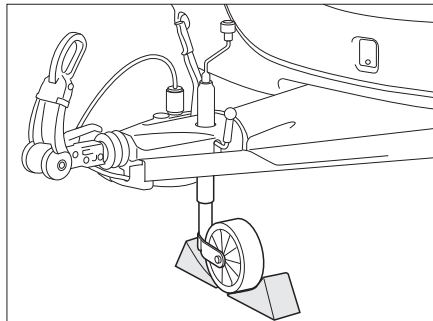

Bild 170 Stützrad sichern
- Das Stützrad quer zur Fahrtrichtung stellen und mit geeigneten Hilfsmitteln sichern (Bild 170).